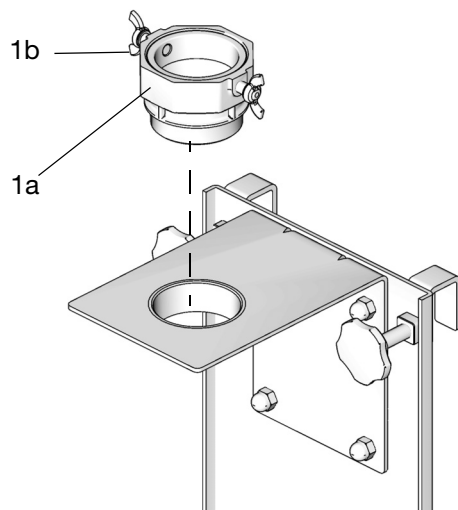
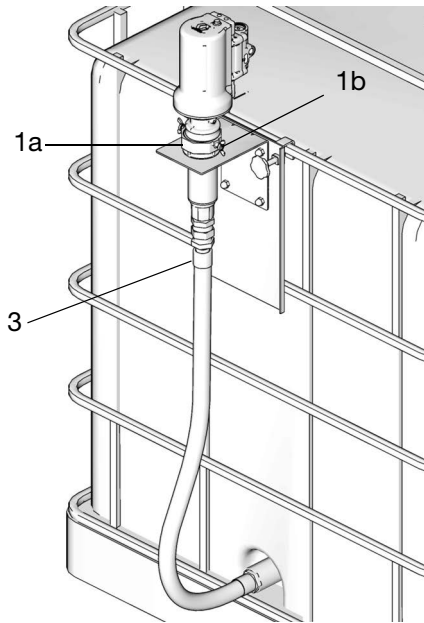

図 13
図 14
3. ポンプの栓アダプター(1a)をポンプブラケットアセンブリの穴に通します。手でしっかりと締めます(図 13)。
4. ポンプ(1)を栓アダプター(1a)に通して挿入します(図 14)。ポンプを、ガスケットネジ(1b)(図 13 および 図 14)を締めることにより、しっかりとその位置に固定します。